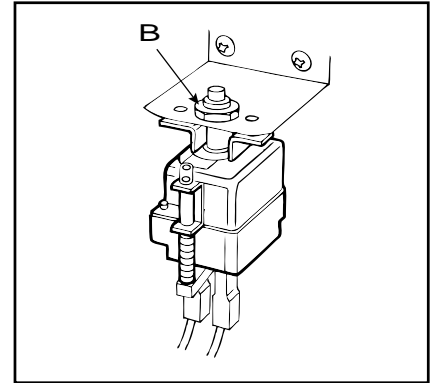

fig. 8
- 3) Extraer los cables de los termostatos y desenroscar la fijación (**B** - fig. 8) del termostato de seguridad o los tornillos del termostato de cocción fijado en la parte posterior del panel de mandos;